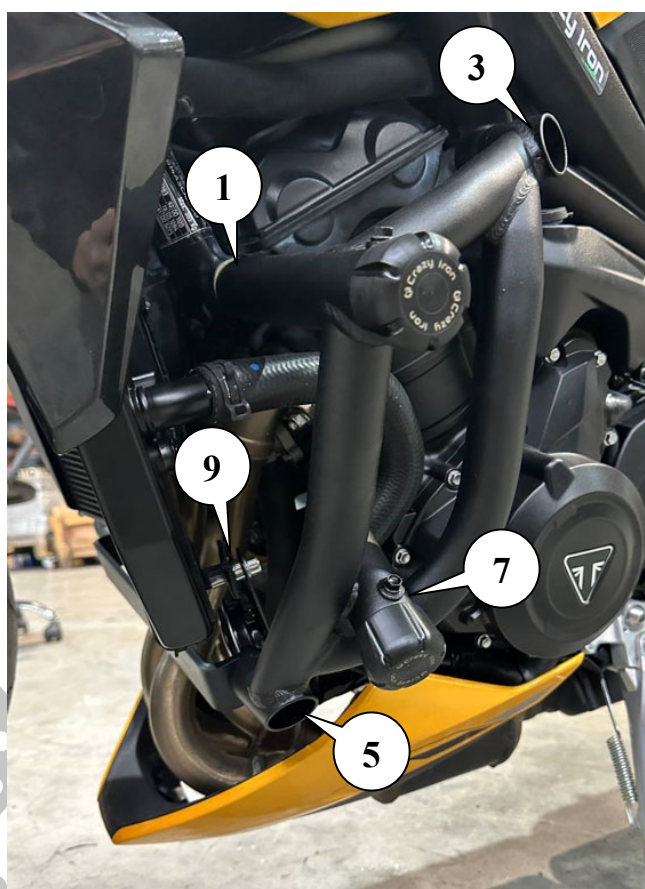

Рис.1. Установленная клетка вид слева
1. Выверните штатный болт кронштейна крепления клаксона в точке №9 (рис.1).
4. С левой стороны мотоцикла, в точках № 1 и 3 (рис. 1), выверните штатные болты крепления двигателя к раме.
5. Приложите левую половину клетки к мотоциклу, совмещая ее с точками крепления (рис. 1).
6. Наживите клетку в точках № 1 и 3 (рис. 1), используя крепежные элементы из таблицы 2.